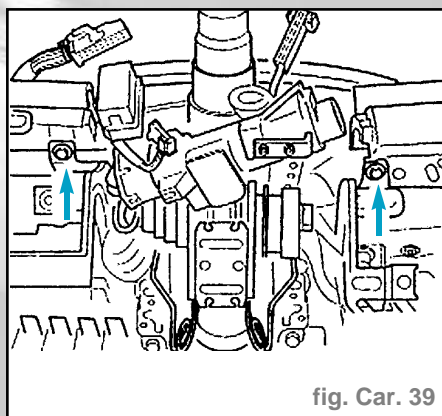

fig. Car. 39
- Dévisser les deux vis (flèches) (fig. Car. 39).